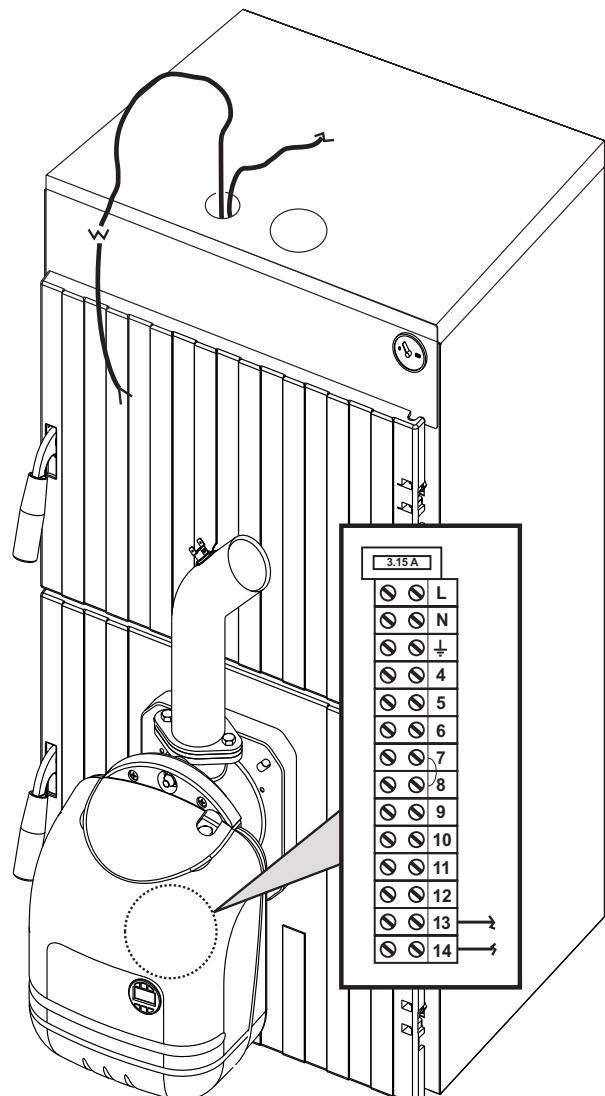

рис. 13
- Установите крышку котла и пропустить кабель из отверстия, как показано на рис. 13.